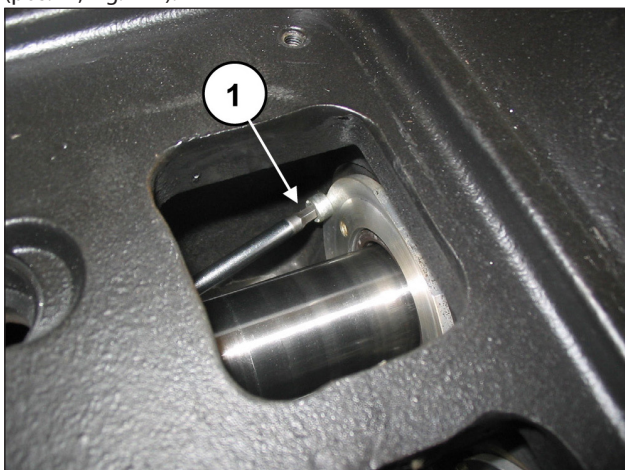

Fig. 117
Si es necesario sustituir el retén de la guía del pistón, desmontar la tapa de retención como se indica a continuación: Aflojar los 2 tornillos de bloqueo de la tapa de retención (pos. ①, Fig. 117).